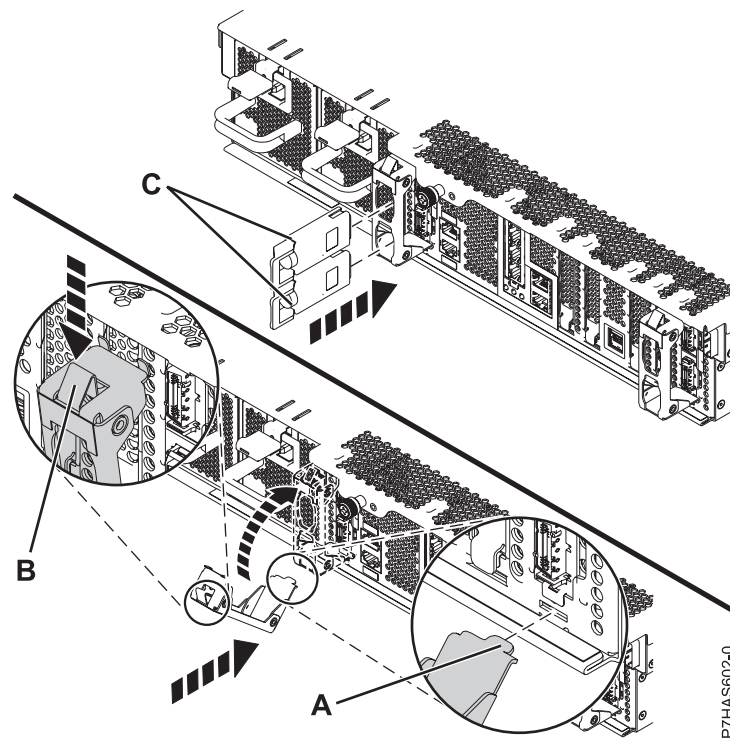

Figura 8. Instal·lació de la peça de retenció del cable
8. Inclineu la peça de retenció del cable (A), que es mostra a la Figura 8 a la pàgina 11, fins a enganxar la pestanya de la peça a la ranura del conjunt de l'adaptador.